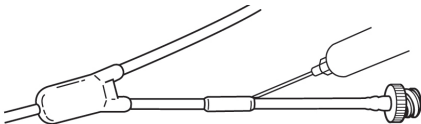

Fig. 16
7. Injecter de l'adhésif à chaque bout de la gaine (Fig. 16) et essuyer l'excès de colle.